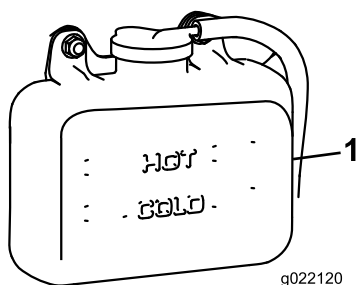

Figura 81
1. Compruebe el nivel de refrigerante en el depósito de expansión (Figura 81).